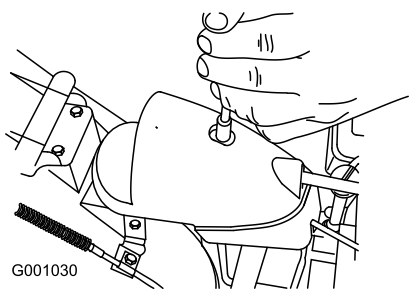

Рисунок 58
1. Снимите крепежные детали на крышке редуктора (Рисунок 58), поднимите переднюю часть крышки и сдвиньте ее дальше назад.